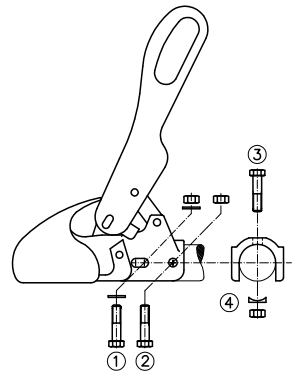

Bild 3:
Die Zugkugelpkupplungen WS 3000-H/L/LB sind spezielle Ausführungen für Auflaufbremsen und werden mit Kreuzverschraubung (1)+(3) und dem Lochabstand **40 mm** montiert. (Bild 3) Das Befestigungsmaterial gehört nicht zum Lieferumfang.
2.2 Wird die Zugkugelpkupplung WS 3000/3500 als Ersatz für einen anderen Kupplungstyp eingesetzt, so ist bei Aufbaueinrichtungen darauf zu achten, daß der Stoßdämpfer wieder vorschriftsmäßig montiert und evtl. im Zugrohr vorhandene Distanzrohre korrekt aufgefä-delt werden. Als Hilfsmittel bei der WS 3000-D bitte die mitgelieferten Bolzen Ø 12x34 mm oder Ø 12x49 mm je nach Deichseldurchmesser verwenden. Bei der WS 3500-D Ø 14x63 mm. Bolzen als Durchschlag bei der Demontage der Befestigungsschraube (2) oder (3) (Bild 3) je nach Befestigungsart des Stoßdämpfers verwenden und während der Montage/ Demontage der Zugkugelpkupplung zur Zentrierung des Stoßdämpfers im Zugrohr stecken lassen. Beim Durchstecken der neuen Befestigungsschraube, Bolzen wieder entfernen.